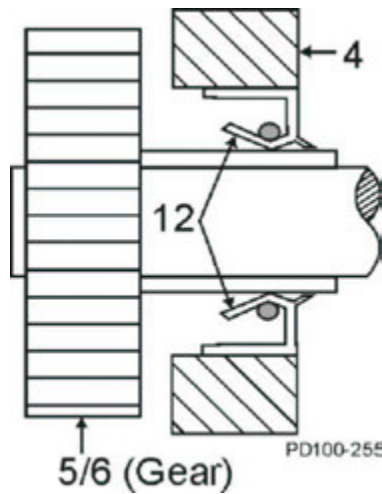

Abb.95 Ausrichtung Öldichtung
2. Drücken Sie die neue Öldichtung (Abb. 95, Pos. 12) in den Deckel des Getriebegehäuses (Pos. 4) bündig zur Außenfläche ein, wobei die Feder nach innen zeigt.